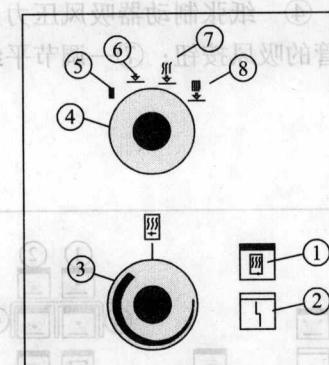

图 1-4 红外干燥装置操作面板
红外干燥装置操作面板如图 1-4 所示，其各部分的功能与作用如下：①—指示灯；②—故障灯；③、④—旋钮；⑤—关闭热风处；⑥—冷却风工作处；⑦—低热风量工作处；⑧—高热风量工作处。